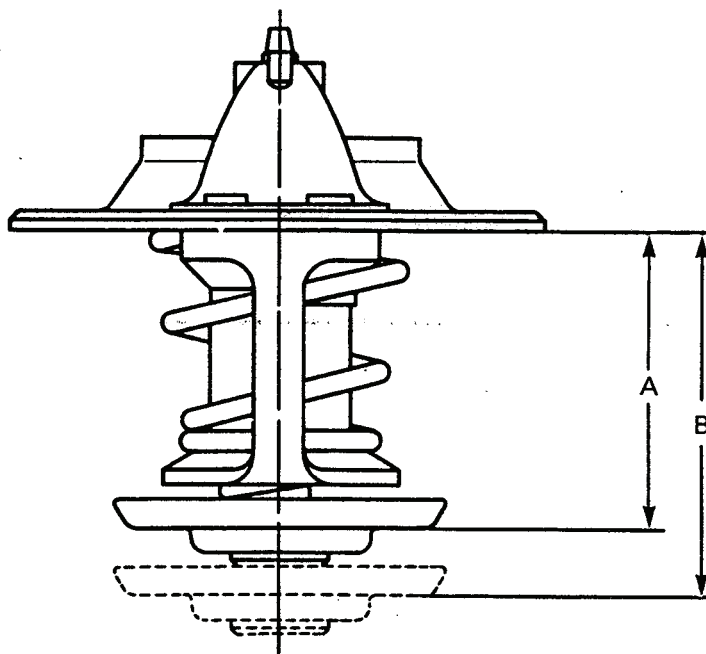

Figure 2-3-1 Coolant Thermostat Measurements
- Measure the thermostat to determine dimension A, see Figure 2-3-1. The distance should be not less than 31 mm. If the distance is greater than 31 mm, the valve is not closing completely.
- Mesurer le thermostat pour déterminer la dimension A, voir figure 2-3-1. Cette distance ne devrait pas être inférieure à 31 mm. Une distance excédant 31 mm indique que la soupape ne se referme pas complètement.
c. When the thermostat starts to open, check the water temperature. The thermostat should begin to open at approximately 87°C (188°F) and should be fully open at approximately 102°C (215°F). d. With the thermostat fully open, measure the thermostat to determine dimension B, see Figure 2-3-1. This distance should be a minimum of 38 mm.	c. Lorsque le thermostat commence à s'ouvrir, vérifier la température de l'eau. Celui-ci devrait commencer à s'ouvrir à environ 87°C (188°F) et être ouvert au maximum à environ 102°C (215°F). d. Une fois le thermostat complètement ouvert, mesurer celui-ci pour déterminer la dimension B, voir figure 2-3-1. Cette dimension devrait être d'au moins 38 mm.